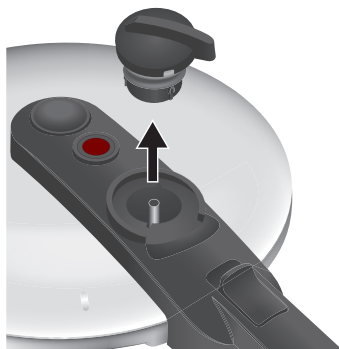

Рис. 21: Снять регулятор давления
4. Прижмите регулятор давления вниз и поверните его в положение . Снимите регулятор давления (см. рис. 21). Вымойте регулятор давления под струей воды. Снимите также силиконовое перо и промойте его отдельно.